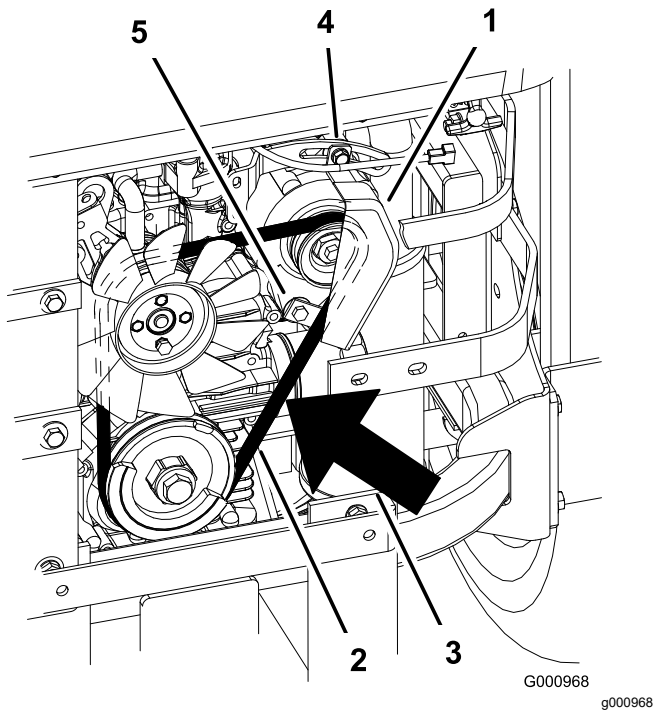

Figura 94
2. Regolate l'alternatore verso l'esterno fino ad ottenere una flessione della cinghia di 7–9 mm tra le pulegge del motore e dell'alternatore con una forza di 10 kgf (Figura 94).
5. Se la flessione è esatta, serrate i bulloni inferiore e superiore (Figura 94).